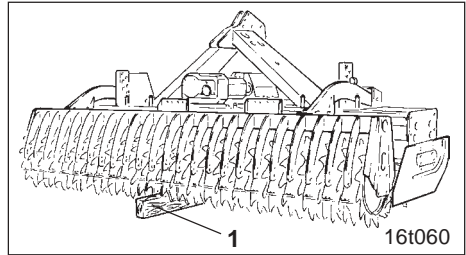

Fig. 11.2
- Bodenbearbeitungsmaschine mit Hilfe der Schlepperhydraulik anheben und die Packerwalze mit vollem Gewicht auf einen in der Mitte der Packerwalze liegenden Holzklotz (Fig. 11.2/1) auflegen. Dadurch erhält der Rahmen der Packerwalze die Durchbiegung, die während der Arbeit auftritt, wenn sich die Bodenbearbeitungsmaschine auf der Packerwalze abstützt.